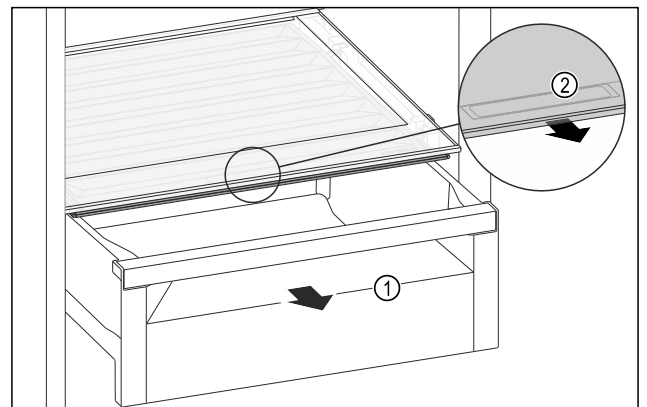

Fig. 110
- Schuifvak Fig. 110 (1) uittrekken.
- Greeplijst Fig. 110 (2) op het vakdeksel vastpakken en het vakdeksel gelijktijdig naar voren trekken.